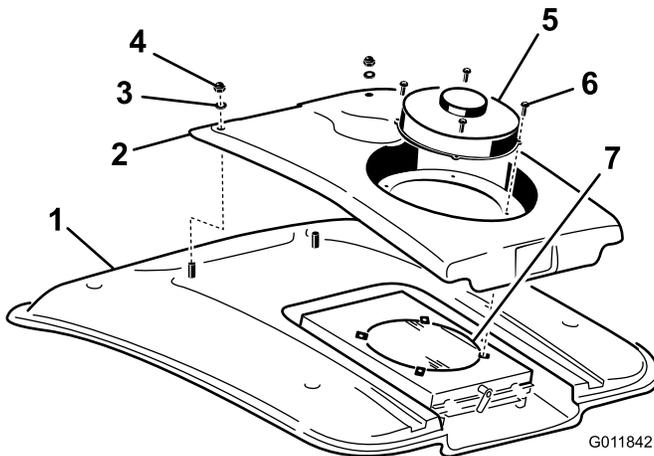

Figura 89
2. Retire os (4) parafusos que fixam a ventoinha e a cobertura do condensador à ventoinha (Figura 89).
4. Retire as duas porcas e anilhas que prendem a parte da frente da cobertura dos condensadores ao tecto da cabina (Figura 89).
8. Limpe cuidadosamente o condensador do ar condicionado com ar comprimido (Figura 89).